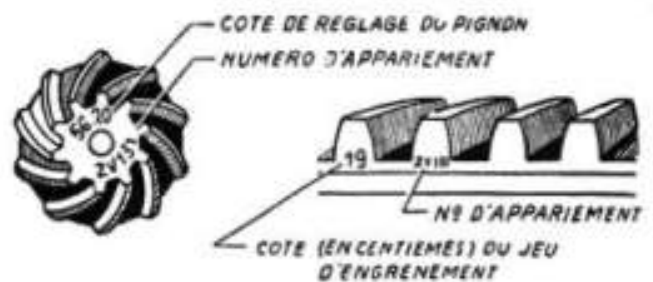

Fig. 19. — Repères du pignon d'attaque et de la couronne
• Pour cela, fixer un comparateur tangentiellement à la couronne ; serrer les deux écrous de réglage des roulements, puis les desserrer d'un quart de tour. Visser celui qui donnera le jeu entre dents, inscrit sur la face du pignon d'attaque. (Voir fig. 19 et 20). Ce jeu se mesure à la circonférence tangentiellement sur le flanc d'une dent.